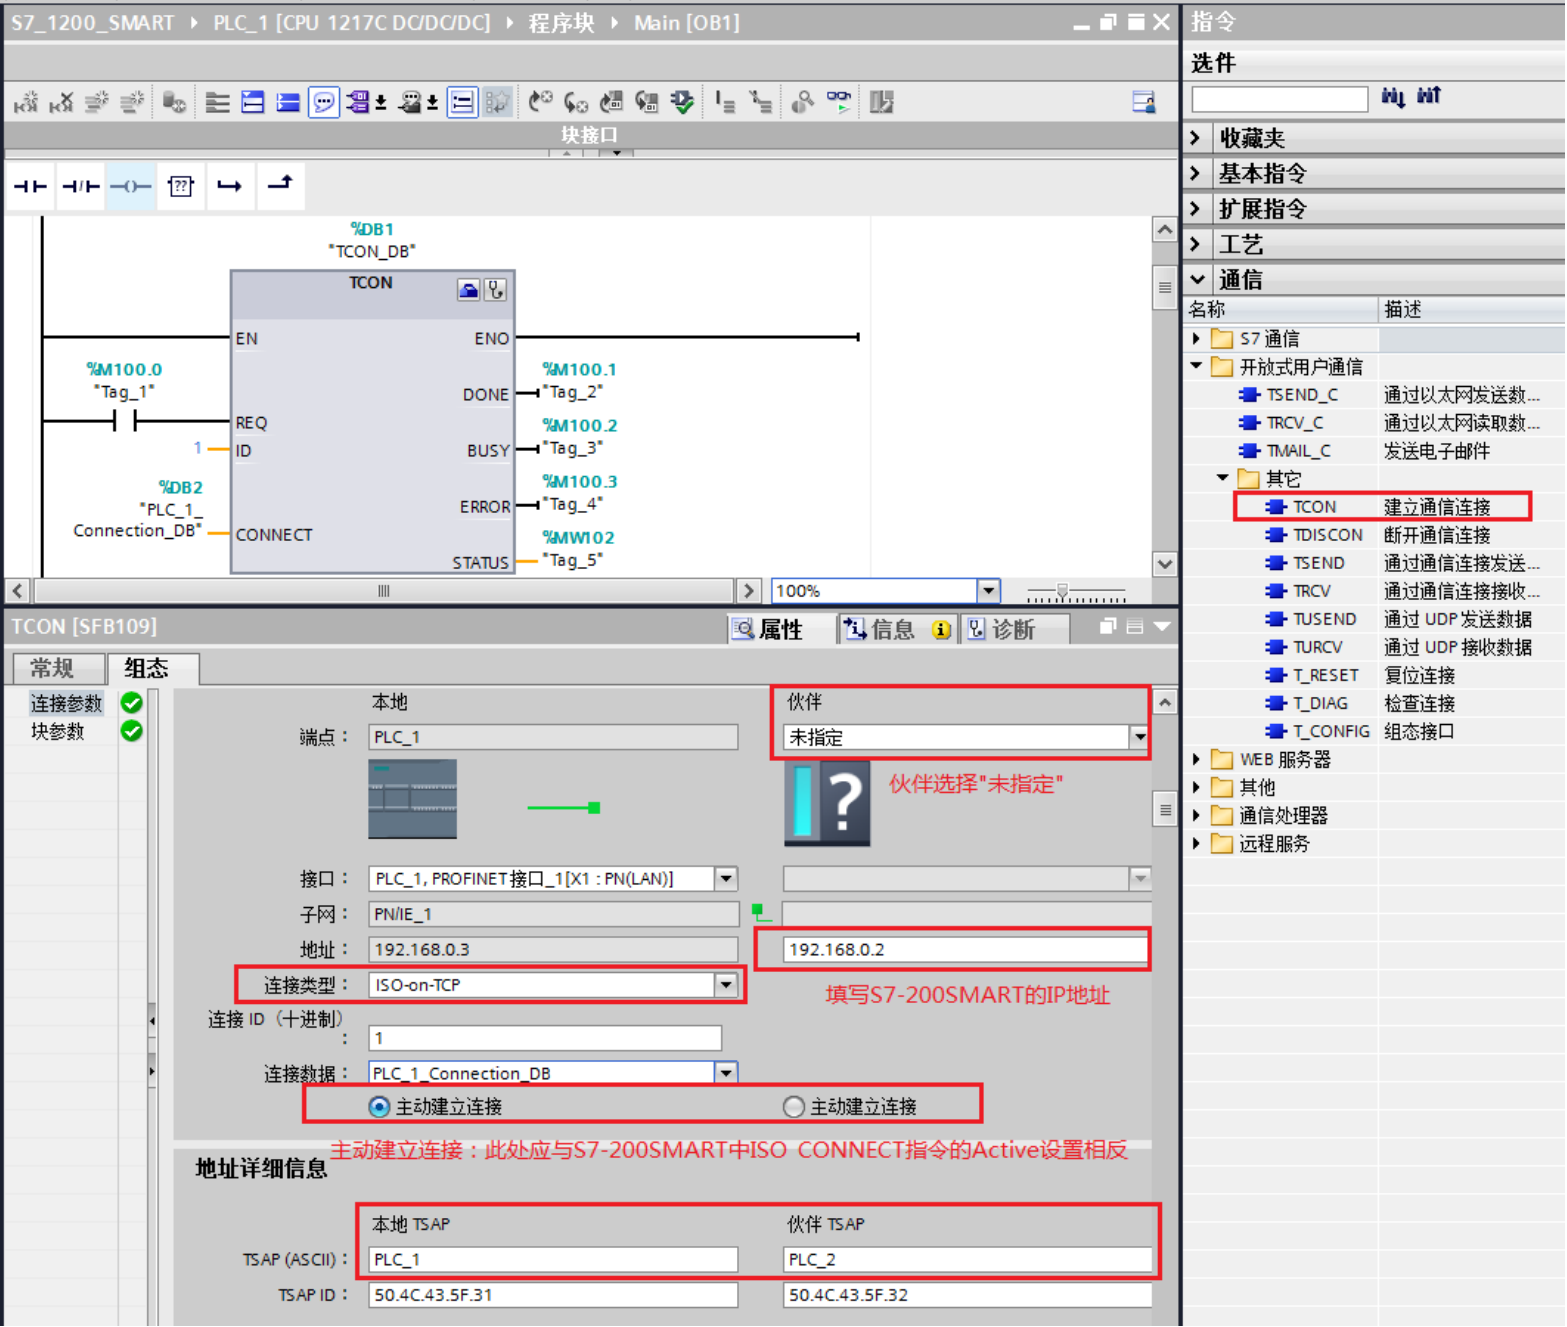

图3.调用"TCON"指令并配置连接参数
2.在S7-1200 中调用建立连接指令，进入 "项目树" > " PLC_1" > "程序块" > "OB1" 主程序中，从右侧窗口 "指令"> "通信">"开放式用户通信"下调用 "TCON" 指令，配置连接参数，如图3.所示。